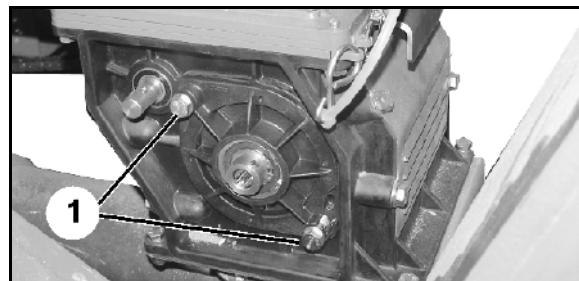

Рис. 74
9. Ослабьте два болта (Рис. 74/1).